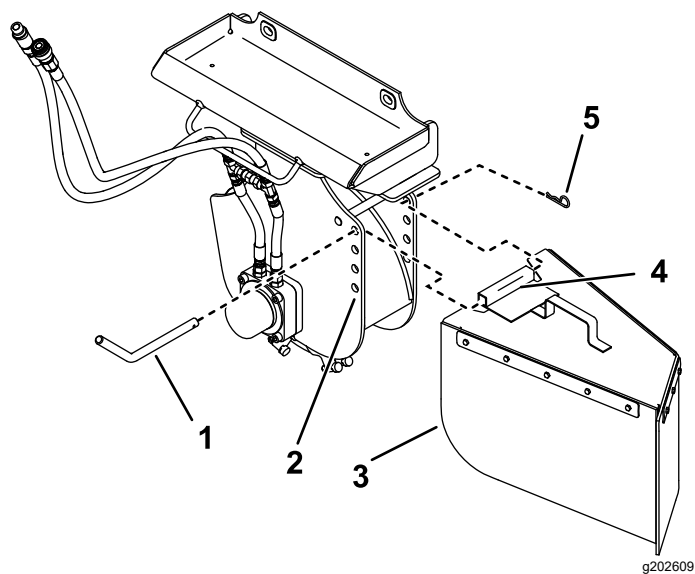

図 11
スタンプグラインダには、チップガード取り付け用の穴が4組あります(図11)。地表面近くで切り株を削る時にはガードを上に移動し、背の高い切り株を削る時にはガードを下げて下穴ください。以下のようにしてチップガードを取り付けます
1. ガード上に取り付けチューブを位置決めするグラインダの2つの穴の間に合わせる(図11)。
2. グラインダと取り付けチューブの穴に、ガードピンを通す(図11)。
3. ヘアピンコッターでガードピンを固定する(図11)。